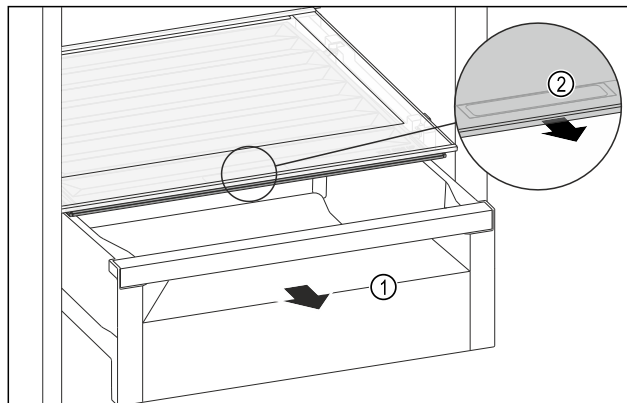

Fig. 170
- ▶ Zásuvku Fig. 170 (1) vytáhněte.
- ▶ Uchopte prohlubeň pro rukojeť Fig. 170 (2) na víku zásuvky a současně zatáhněte za víko zásuvky směrem dopředu.